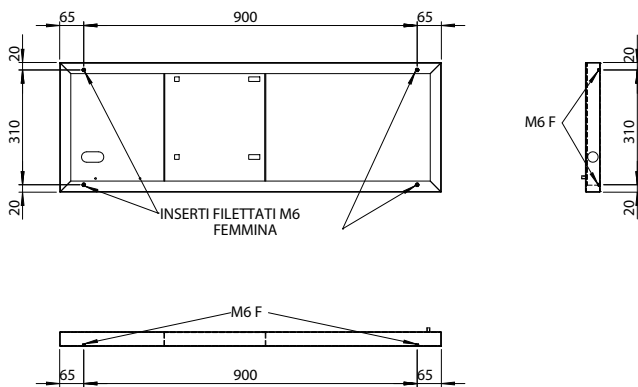

Fig. 1.f
- Steuerkasten konform mit den Normen über die erdbebensichere Auslegung IEC60068-2-6, IEC60068-2-57, IEC60068-2-64, ISO2041. Zur Einhaltung dieser Normen muss der Steuerkasten anhand von Gewindebohrungen (M6 weiblich) gemäß Fig. 1.i im Boden verankert werden.